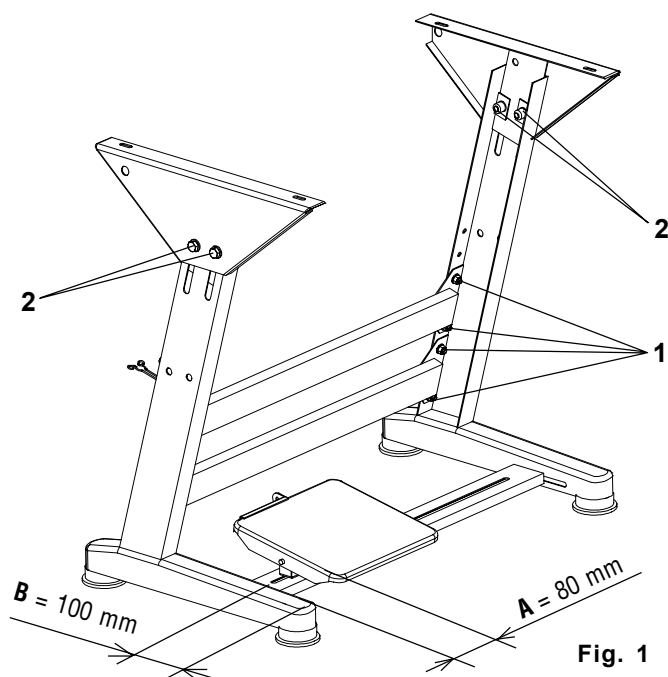

Fig. 1
## 4. Montage du carcasse du bâti et réglage de la hauteur (Fig. 1)
Monter le carcasse suivant la Fig. 1. La cote "B" est destinée pour une taille moyenne de la personne opérant la machine. Pour une taille plus haute, il faut augmenter la cote "B" et vice versa. Les pieds de la machine peuvent être nivelés suivant le plancher en desserrant les vis (1). Au moyen des vis (2), on peut régler la hauteur de la plaque du bâti.